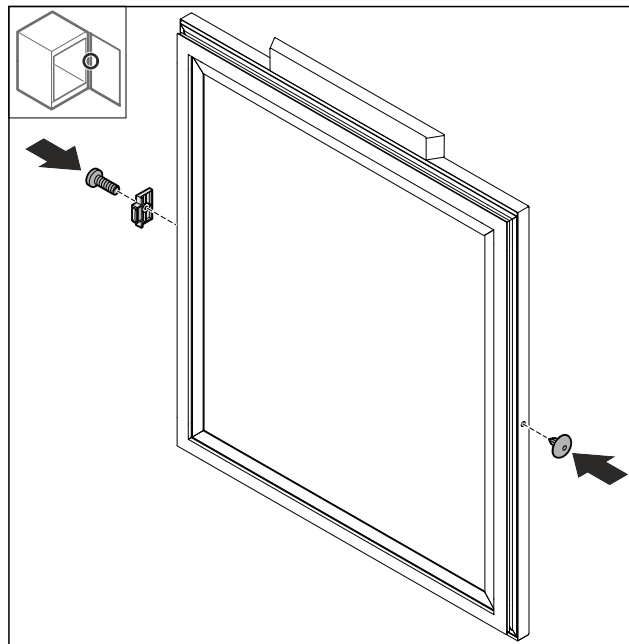

Fig. 70
- ▶ Монтирайте ограничителя на вратата Fig. 70 (1), завъртян на 180°, на противоположната страна.
- ▶ Поставете капака Fig. 70 (2) на противоположната страна.